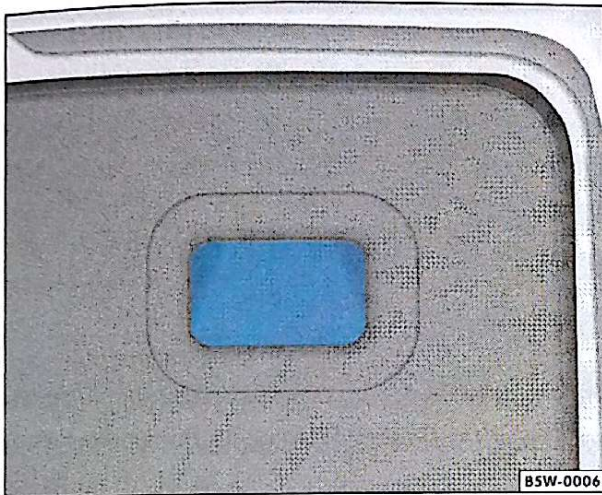

Fig. 54 Detalhe do revestimento interno da tampa do compartimento de bagagem: rebaixo para fechar
- Segure a tampa pelo rebaixo no revestimento interno ⇒ fig. 54 ⇒ ⚠ e puxe-a para baixo.